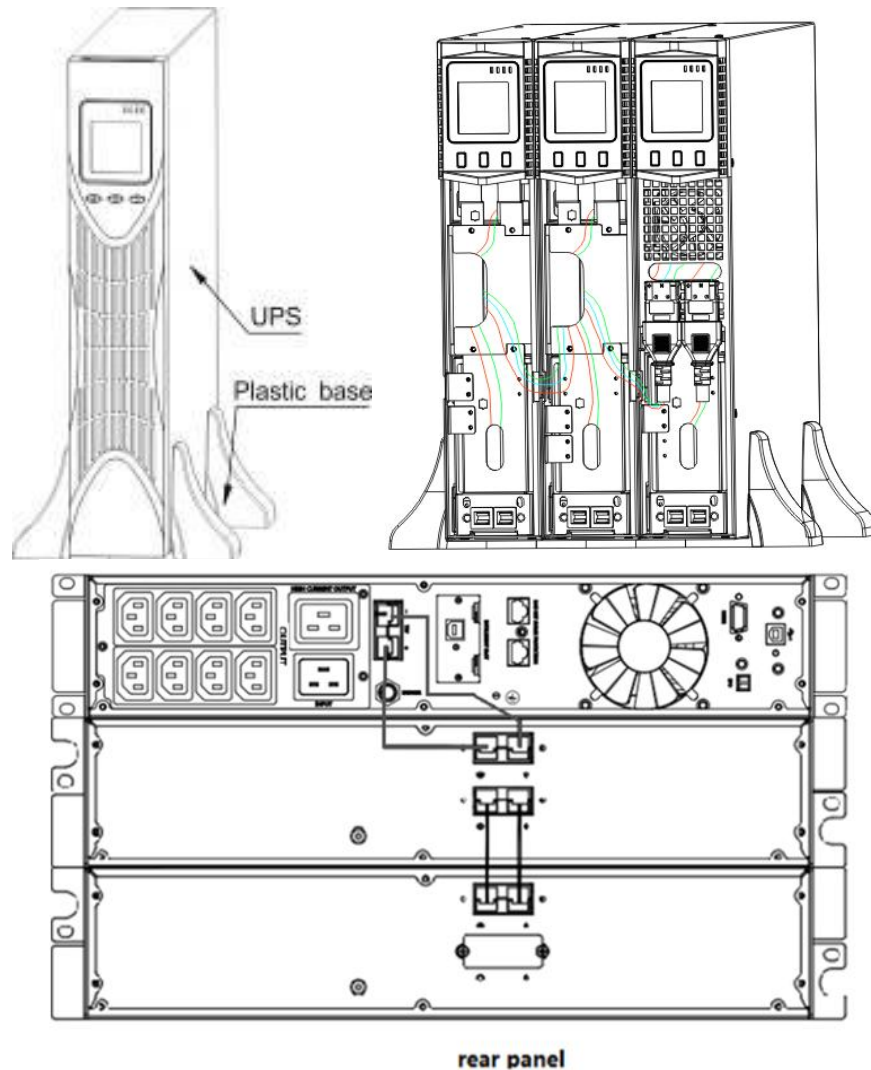

Рисунок 13 Схема підключення між ДБЖ та контейнером для акумуляторів
- **Схема підключення між ДБЖ та зовнішнім комплектом акумуляторів наведена на Рис. 13**
- а) Встановіть основу, блок ДБЖ, а потім по черзі акумуляторні контейнери (див. Рис.13).